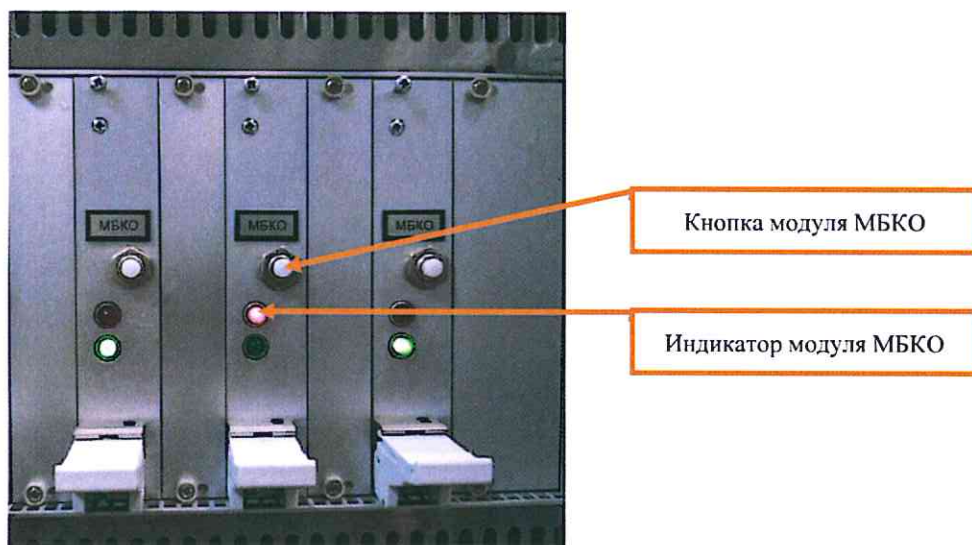

Рисунок 21. Индикация модуля МБКО.
7.5.8 Убедиться, что индикатор на лицевой панели модуля МБКО светит красным цветом (Рисунок 21).
7.5.9 Нажать кнопку на замененном модуле МБКО (Рисунок 21).